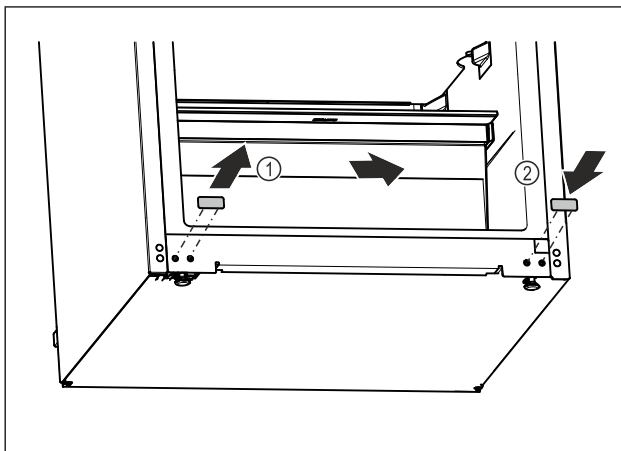

Fig. 13
- ▶ Extrageți dopurile de acoperire. Fig. 13 (1)
- ▶ Montați dopurile de acoperire pe partea opusă. Fig. 13 (2)